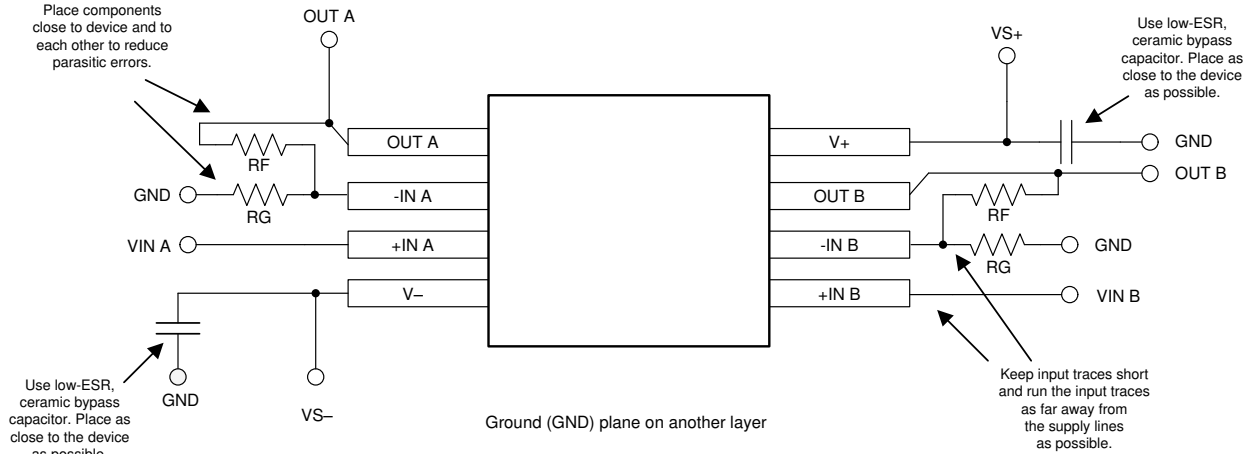

图 9-5. 布局示例
- 外部元件应尽量靠近器件放置。如图 9-5 所示，使 RF 和 RG 接近反相输入可最大限度地减小反相输入端的寄生电容。